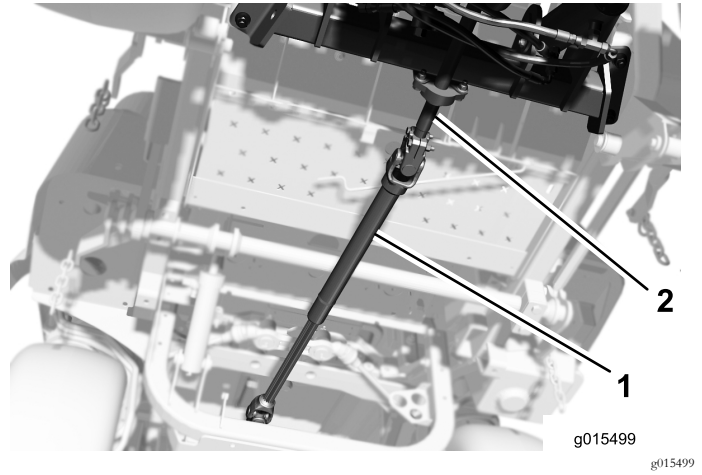

图10
1. 在将驱动轴安装孔与中间轴孔对准的同时将驱动轴滑到中间轴上 图10。